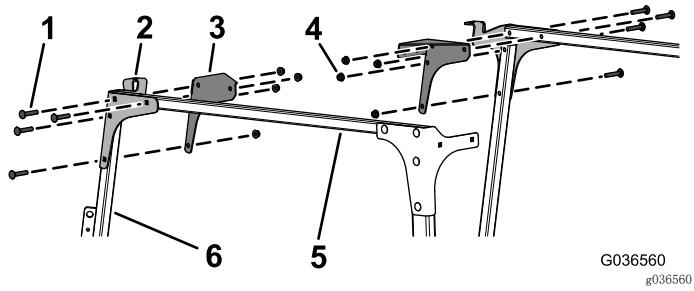

图9
8. 如图9 所示, 用 8 个托架螺栓 (5/16 x 1 1/4 英寸) 和 8 个凸缘螺母 (5/16 英寸) 将左、右前安装板和角撑板松松地安装到交联管和左、右风挡支撑上。